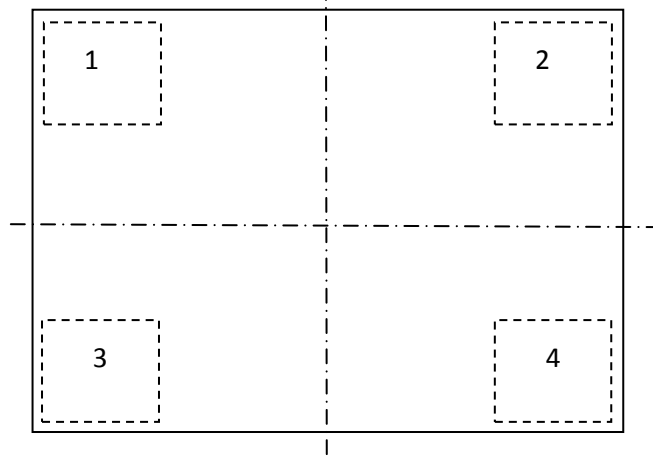

Рис. 1.1 - Места приложения нагрузки при юстировке углов модуля 4D_
1.2.1.3 Разделить визуально платформу модуля на квадранты (см. Рис. 1.1).
1.2.1.4 Установить гири в угол (см. Рис. 1.1).